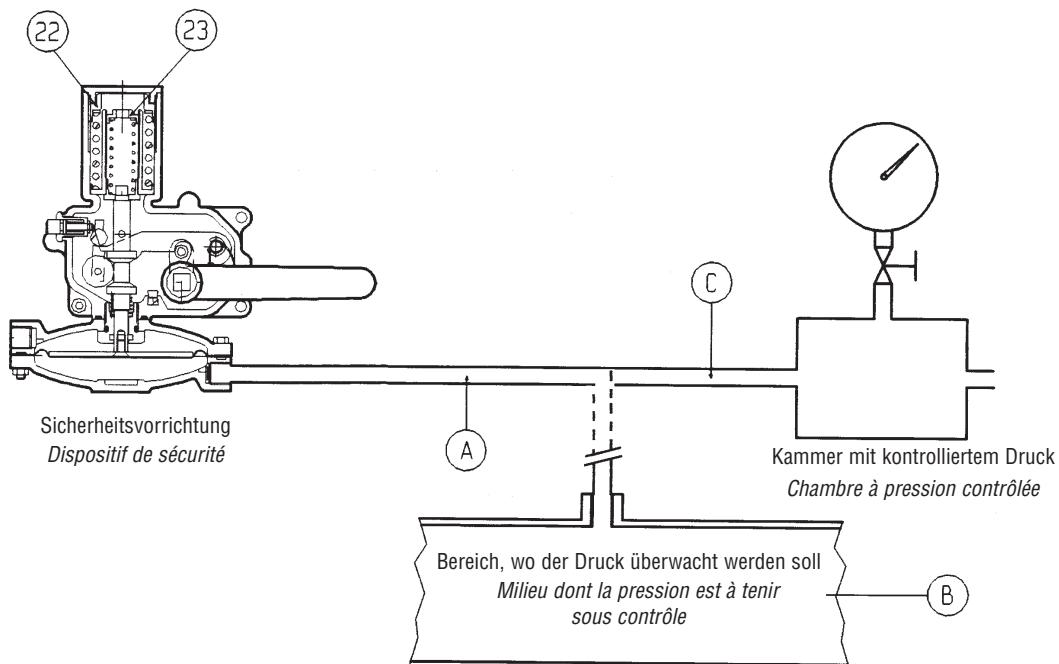

Fig. 21
- 1b) Bei Anlagen ohne Prüfventil "Push" (Abb. 21): Impulsleitung lösen und Prüfleitung am SAV-seitigen Anschluß anschließen; weiteres Vorgehen wie oben beschrieben.
1b) Pour les dispositifs sans vanne "push" (Fig. 21) il est conseillé de brancher séparément la tête de commande à une pression auxiliaire contrôlée. Répéter les opérations décrites ci-dessus.